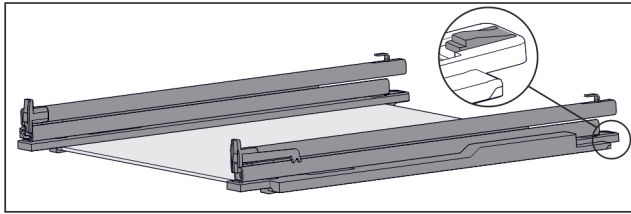

Fig. 95 Glassplate med skinner og holdedeler
- ▶ Trykk holdedel bak nedover (se Fig. 95) og skyv samtidig skinnen bakover.